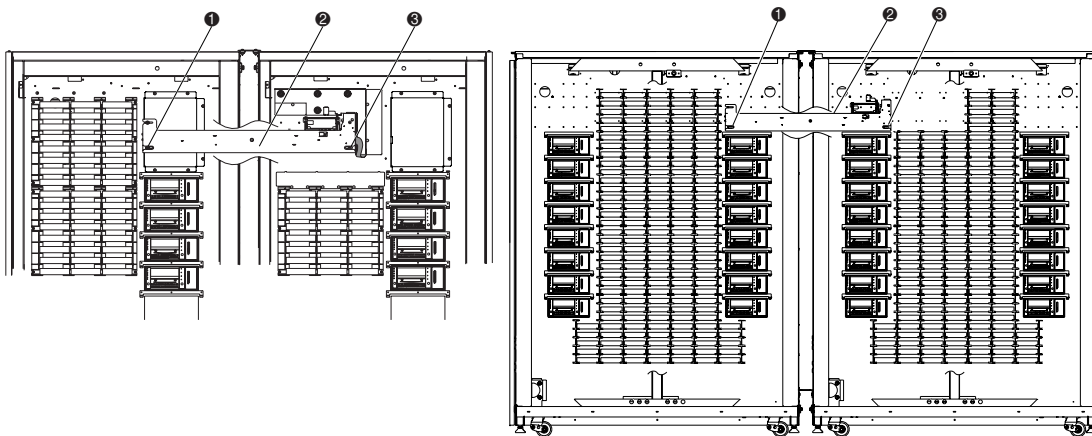

Figure 2-9. Installation du PTM
- ❶ Emplacements de montage gauche et droit du PTM de la librairie
- ❷ Cache du câble du PTM
- ❸ Vis et rondelles (4)
- ❹ Fixations (3)
- ❺ Cache des ouvertures d'étagère de bac et fixations (6)
8. En maintenant la face droite du PTM vers le haut, faites-la glisser à travers la découpe droite du PTM de la librairie dans la librairie de gauche (voir la Figure 2-9).
- ❶ Emplacements inférieurs des languettes de montage du PTM
- ❷ PTM
- ❸ Patte de montage inférieure
10. Installez les deux vis (réf. 0905057) avec les rondelles (réf. 0685023) dans les languettes de montage intérieures du PTM, une dans chaque librairie (❶ Figure 2-9).